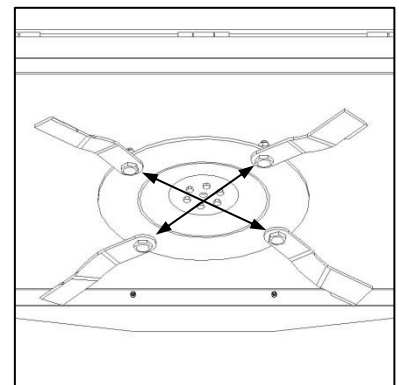

Fig. 9
- ✓ Weigh blades before installation. Blades of nearest equivalent masses should be installed in opposing positions on the same cutting gear assembly to maintain balance (Fig. 9).
- ✓ Weeg lemme voor installering. Lemme met die mees eenderse massas moet teenoor mekaar op dieselfde snymeganismemontering aangebring word om balans te handhaaf (Fig. 9).